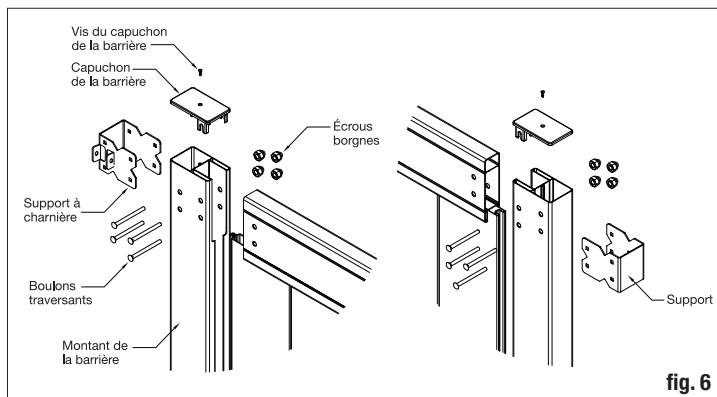

fig. 6
Placez les montants de la barrière sur les deux côtés des traverses et placez les charnières sur les montants de la barrière afin qu'elles soient alignées avec les traverses. Utilisez les supports comme guide et percez les quatre (4) trous de 6 mm (1/4 po) nécessaires aux boulons des supports. Répétez également ces étapes pour les supports à charnière (fig. 6). Veillez à ce que les traverses soient complètement insérées dans le montant avant de percer. Les boulons ont besoin de traverser le montant et la traverse pour fonctionner correctement.